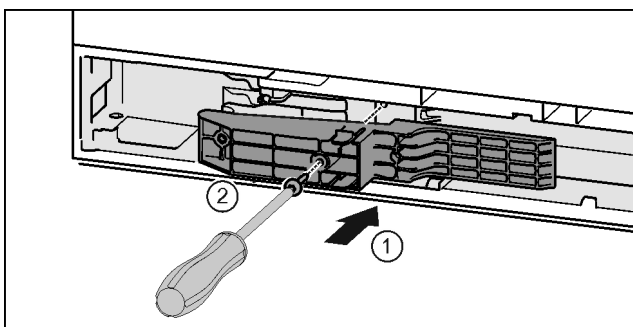

Fig. 45 *
- ▶ Вставьте деталь адаптера в выемку на стороне ручки. Fig. 45 (1)*
- ▶ Затяните винты отверткой T15. Fig. 45 (2)*